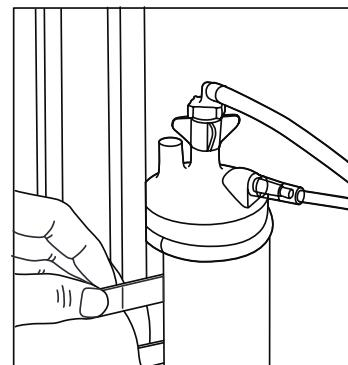

Figura 4
8. Fije la bolsa de accesorios del humidificador al carrito móvil (consulte la figura 4).